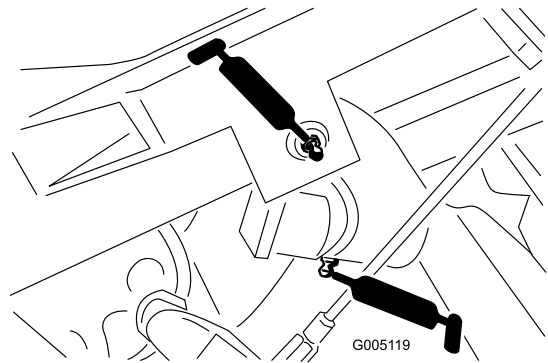

Figure 33
- Pivot de bras de levage (3) et articulation de pivot (3) (Figure 33)